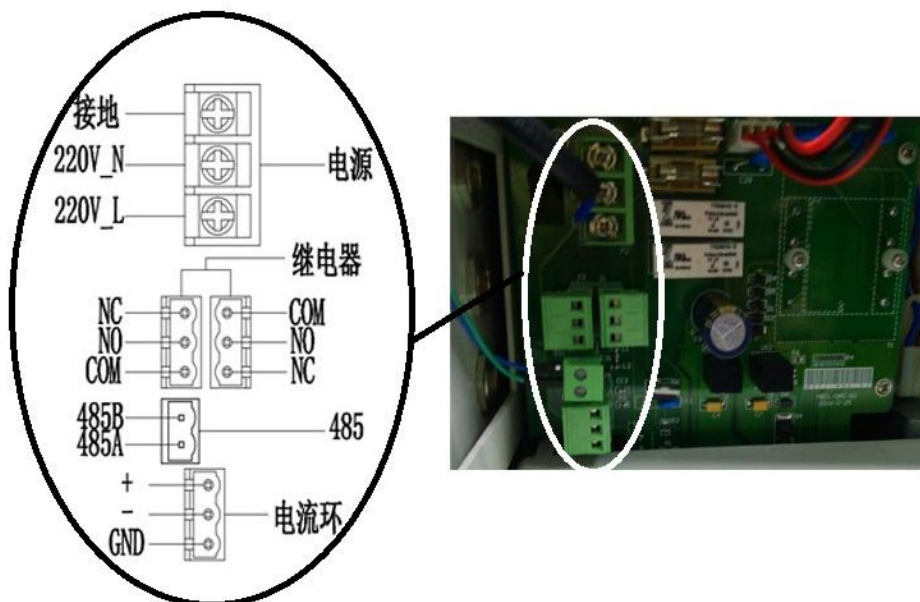

图 7 连接图
2. 检修盖打开即可看到所有的端子，如图 7 所示，电源连接方式如图 7 所示，N 代表零线，L 代表火线。请务必必要接地，以保证使用安全。
继电器的接线方式如图 7 所示。在进行继电器连接前，必须断开电源，然后卸下检修盖进行连接。
仪表配置了 RS485 通讯接口，可直接连接至上位机，连接方式如图 7 所示。在进行连接前，必须断开电源，然后卸下检修盖进行连接。
仪表采用 1 路 4-20mA 模拟输出电流，电流环的接线方式如图 7 所示。